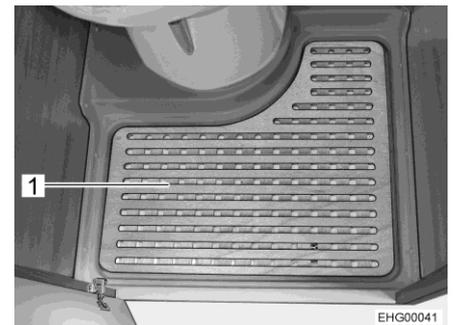

Bild 102 Herausnehmbare Bodenplatte
- Herausnehmbare Bodenplatte (Bild 102,1) zum Duschen entfernen.